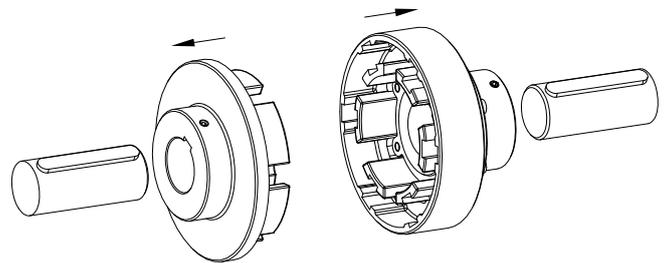

Figura 13: Montaggio dell'elemento a settori frontali e della flangia del mozzo con l'anello a settori frontali
- Montare elemento a settori frontali e mozzo della flangia sull'albero del lato motore o condotto con l'anello a settori frontali (vedere la figura 13).